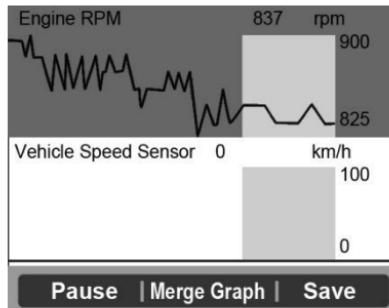

Figura 5.13
- Si "Fusionar Gráfica" en la parte inferior aparece cuando una PID est á seleccionada para verse, hay informaci ón de gr áfica fusionada disponible. (Figura 5.13)